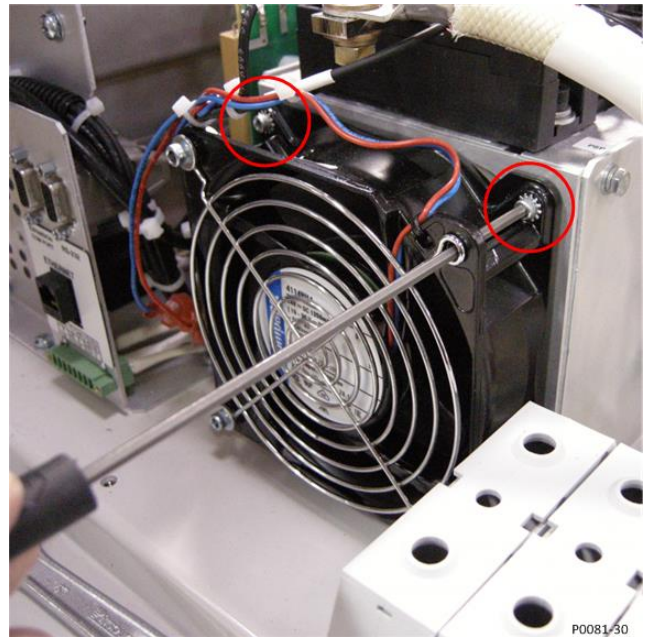

图 5. 风扇螺丝位置
- 使用 7/64" 六角扳手，卸掉 4 个用于固定散热片的螺丝，收好螺丝。见图 5。